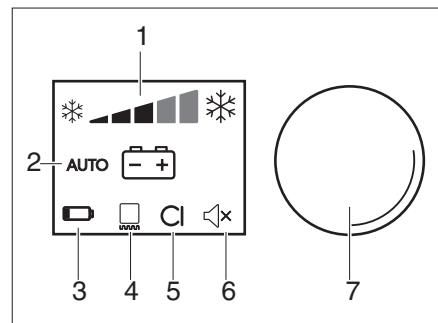

Fig. 354 Elementos de mando para el frigorífico (Dometic de la serie 10)
- Ajustar la temperatura de refrigeración con el botón de mando (Fig. 354,7).
- Pulsar el botón de mando (Fig. 354,7) durante 4 segundos. El frigorífico está desconectado.